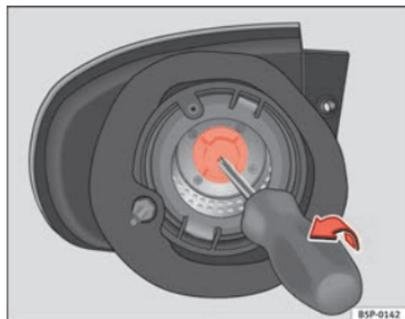

Fig. 193 Indicatore di direzione
- Estrarre il portalampade dell'indicatore di direzione con l'aiuto di un cacciavite seguendo il senso della freccia ⇒ fig. 193